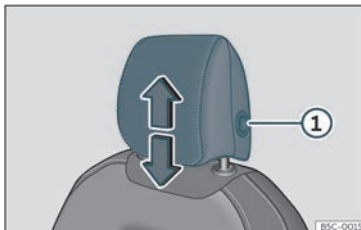
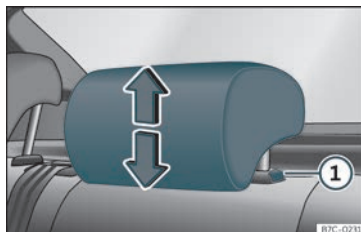

Fig. 97 Seient davanter: regulació del reposacaps.
Fig. 98 Reposacaps del darrere: regulació del reposacaps.
- Agafeu el reposacaps amb les dues mans pels costats i empenyeu cap amunt fins a encaixar-lo amb la posició desitjada. Per abaixar-lo, feu la mateixa acció, tot prement el botó lateral ①»» fig. 97 »» fig. 98.
- Premeu el botó lateral»» fig. 97 ① i traieu el reposacaps.